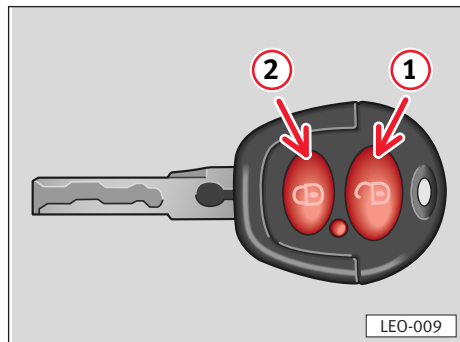

Fig. 68
Para interrumpir el disparo de la alarma hay que girar la llave en el sentido de apertura o pulsar la tecla abrir ⇒ fig. 68 ① del mando a distancia.
Para **abrir** el vehículo, dirigir la llave, dentro de la zona de efectividad, hacia el vehículo y pulsar brevemente **una vez** la tecla de apertura ⇒ **fig. 68**, flecha ①:
- Pulsando **dos veces** la tecla de apertura ⇒ **fig. 68**, flecha ① se desbloquean todos los cierres del vehículo.
2. Pulsar la tecla de cierre ⇒ **fig. 68**, flecha ② y mantenerla pulsada.
3. Pulsar tres veces la tecla de apertura ⇒ **fig. 68**, flecha ①. Soltar la tecla de cierre. La llave está codificada de nuevo. Para un control del sistema, luce el testigo del revestimiento de la puerta del conductor, y el testigo de la llave destella 5 veces.